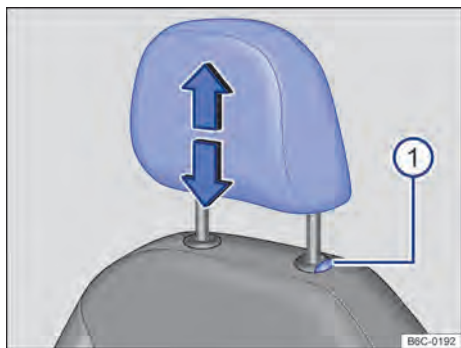
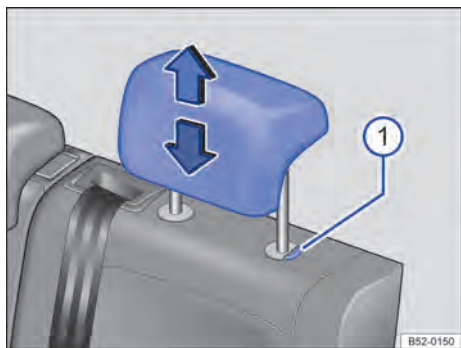

Fig. 68 Apoio para cabeça dianteiro: ajustar.
Fig. 69 Apoio para cabeça traseiros: ajustar.
- Deslocar o apoio para cabeça para cima ou para baixo na direção da seta com o botão → Fig. 68 ⓘ ou → Fig. 69 ⓘ pressionado → ⚠ em *Introdução ao tema* na página 87.